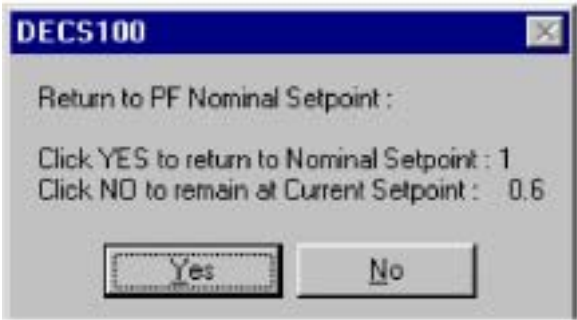

图 5-17. PF 给定值对话框
Power Factor Step Response-Current Setpoint (功率因数阶跃响应-电流给定值). DECS-100 当前激活模式的给定值 (可用上文所提到的各种方法调整) 在这个区域显示。单击“PF Setpoint (V) (Nominal)”区域旁边的按钮, 可使 PF 给定值返回到额定设定值。如果没有把 PF 给定值改变到额定值而去察看其它的标签或界面, 则会出现如图 5-17 所示的对话框。单击 Yes , PF 给定值即返回到额定值, 单击 No ,